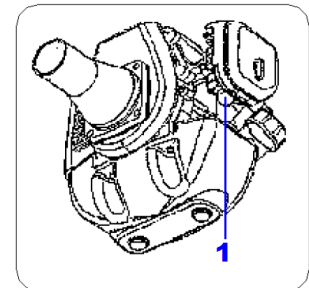

Fig.16
6.1.1- Filtre à air (Fig.16)
Pour enlever le filtre, enlevez le couvercle du filtre en détachant le bouton du couvercle de filtre à air. (Fig.16)